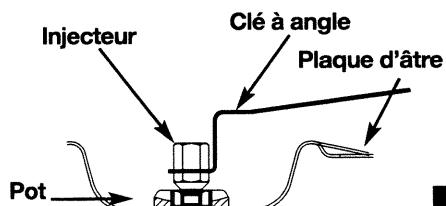

Fig. 2
- ❶ ADAPTER LE RACCORDEMENT GAZ**
- ❷ CHANGER LES INJECTEURS**
- ❸ RÉGLER LES RALENTIS DES ROBINETS**
- Dévissez à l'aide de la clé fournie les injecteurs situés dans le fond de chaque pot et ôtez-les (**fig. 2**).